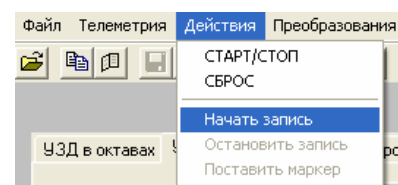
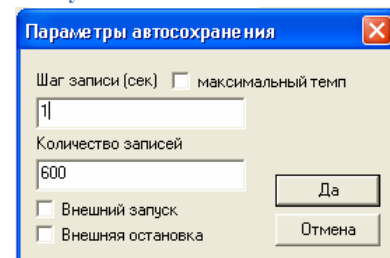

Рисунок 5
Рисунок 6
- Запустить измерения на приборе кнопкой «Старт/стоп» в строке управляющих пиктограмм. Подождать как минимум 1 минуту. Нажать кнопку «Сброс» в строке управляющих пиктограмм. После этого выбрать в меню «Действие» пункт «Начать запись» (Рис. 5). В появившемся системном окне шаг записи выбрать 1 секунду, а количество записей установить равным 600 (Рис. 6). Нажать кнопку «Да» и выбрать название и место сохранения файла с данными. Нажать кнопку «Сохранить».
- Запустить кнопкой «Пуск» в строке управляющих пиктограмм. Подождать как минимум 1 минуту. Нажать кнопку «Сброс» в строке управляющих пиктограмм. После этого выбрать в меню «Действие» пункт «Начать запись» (Рис. 5). В появившемся системном окне шаг записи выбрать 1 секунду, а количество записей
установить равным 60 (Рис. 6). Нажать кнопку «Да» и выбрать название и место сохранения файла с данными. Нажать кнопку «Сохранить».